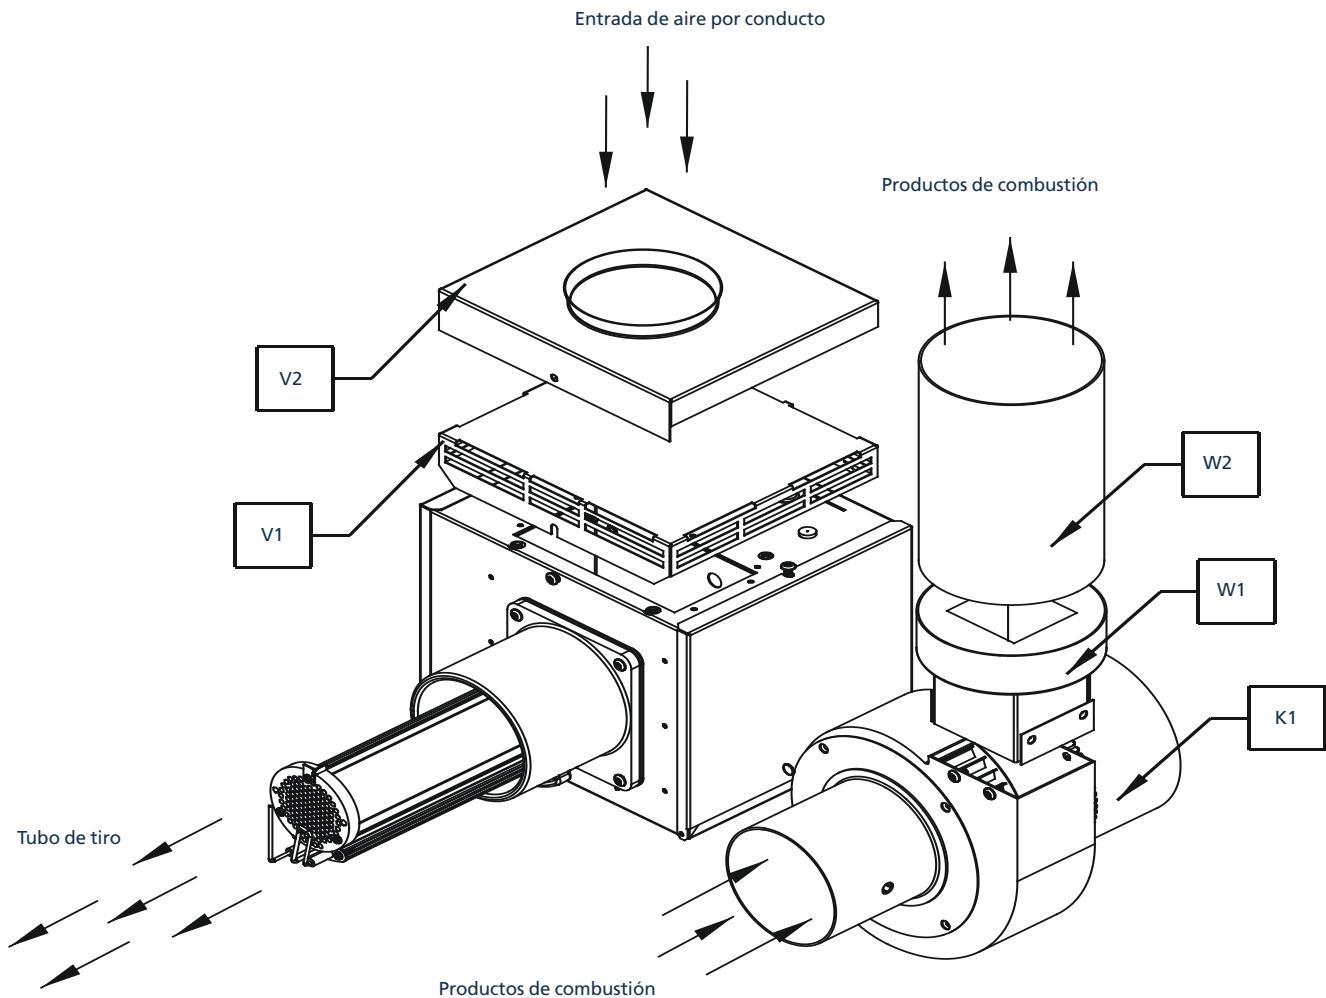
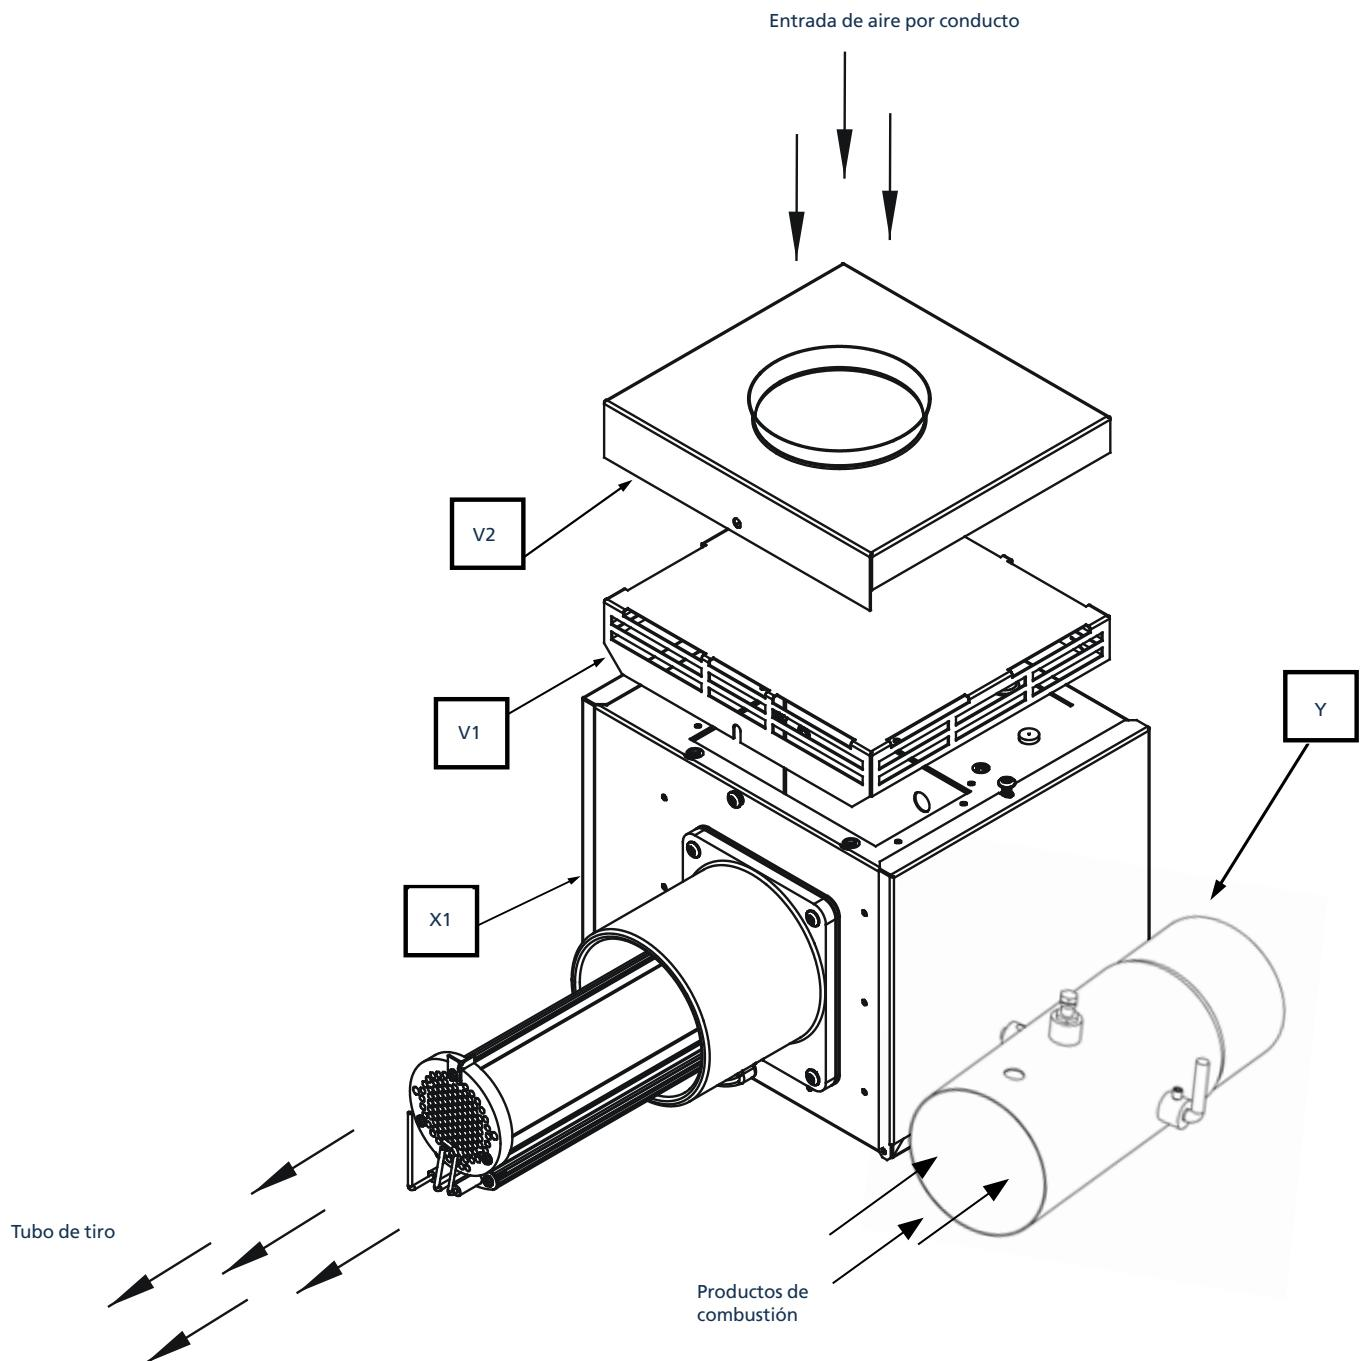

Ilustración 18. Opción 1. Acoplamiento del sistema de salida de humos a quemadores inducidos (VSUTE)
Ilustración 20. Opción 3. Acoplamiento del sistema de salida de humos a quemadores inducidos (VSLHE)
Dependiendo del tipo de quemador instalado en su calefactor, dispone de distintas opciones de configuración de la salida de humos y la entrada de aire de combustión, descritas entre la Ilustración 18 - Ilustración 20:
- Opción 1: para el quemador inducido con/ sin salida de humos y/o entrada de aire por conducto opcional, consulte la Ilustración 18.
- Opción 3: para calefactores en espiga, consulte la Ilustración 20 de la página 20 y el apartado 1.7 de la página 9